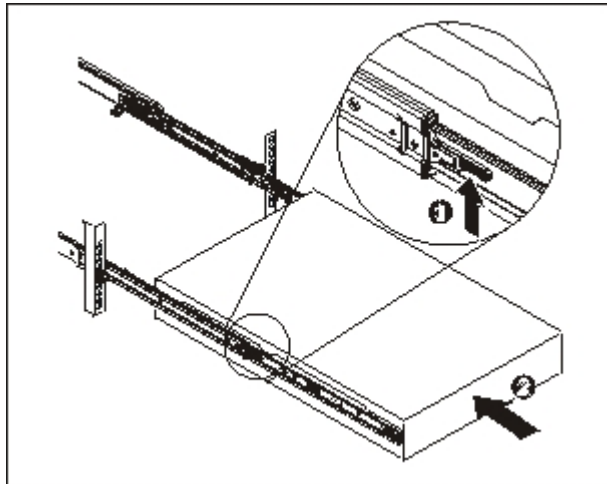

Figura 11. Deslizando o Dispositivo no Rack
6. Deslize o dispositivo no rack, conforme mostrado na Figura 11 na página 18.